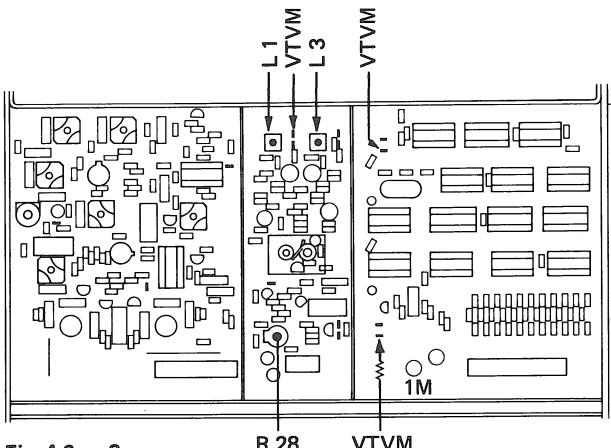

Fig. 4.6. – 2
- V.à L. connecté au point de mesure TP de l'oscillateur (fig. 4.6. – 1). Echelle de mesure: 30 VDC.
4.6.1. Appareil enclenché; seul l'interrupteur secteur POWER ① enfoncé.
4.6.2. Enclencher la touche 1 du sélecteur de station (87.00 MHz). Ajuster à $4 \text{ V} \pm 0.2 \text{ V}$ la tension d'accord, à l'aide du noyau de bobine L 2 (fig. 4.6. – 1). Pendant le réglage, il est nécessaire de recouvrir provisoirement le circuit oscillateur d'une tôle de blindage.
4.6.5. VTVM mit $1\text{ M}\Omega$ Vorwiderstand an weisse Litze (gegen Netzkabelkanal) auf dem Synthesizer anschliessen (Fig. 4.6. – 2). Messbereich 3 VDC. Mit dem Einstellregler R 28 auf dem Oszillatator (Fig. 4.6. – 2) eine Spannung von $1.25\text{ V} \pm 0.1\text{ V}$ einstellen (bei 97.00 MHz).
4.6.8. VTVM mit HF-Tastkopf an weisse Litze (gegen Rückwand) auf dem Synthesizer anschliessen (Fig. 4.6. – 2). Messbereich 1 VDC. Die HF-Spannungen müssen bei den 3 folgenden Frequenzen im Bereich $0.3\dots 0.4\text{ V}$ liegen. Allenfalls kann mit dem Übertrager L 3 (Fig. 4.6. – 2) die Symmetrie nachgeregelt werden.
4.6.9. VTVM mit HF-Tastkopf am Koaxial-Kabel zum Mischer (auf Oszillatatorprint) anschliessen (Fig. 4.6. – 2). Die HF-Spannungen müssen bei den 3 bereits in Kap. 4.6.8. erwähnten Frequenzen innerhalb $0.20\dots 0.30\text{ V}$ liegen. Mit dem Übertrager L 1 (Fig. 4.6. – 2) kann die Symmetrie nachgeregelt werden.
4.6.5. Connect VTVM via $1\text{ M}\Omega$ series resistor to the white wire (near the mains cable channel) on the synthesizer as shown in figure 4.6. – 3. Select meter range 3 V DC. Adjust trimpot R 28 on the oscillator board (figure 4.6. – 2) to obtain a VTVM reading of $1.25\text{ V} \pm 0.1\text{ V}$ (at 97.00 MHz).